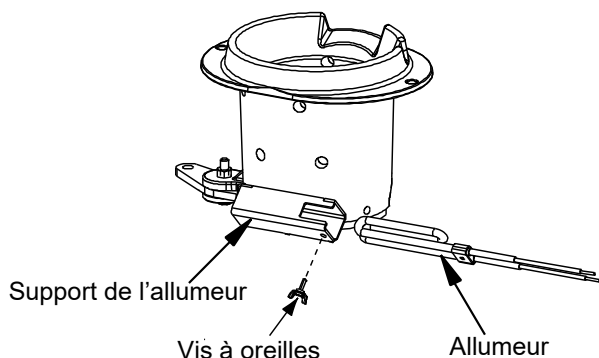

Figure 25.2
9. Ajouter de la corde dans la fente comme indiqué ci-dessous dans la **Figure 25.2**.